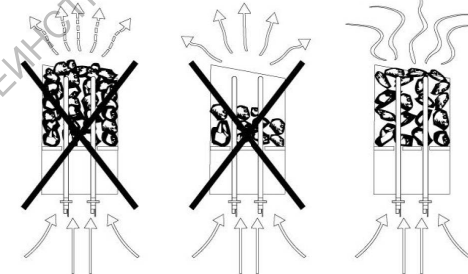

Рис.3 Схема укладки камней
6.6. **КАМНИ**, используемые для каменки, должны выдерживать большие температурные колебания, не выделять запаха и пыли (специально предназначенные для использования в каменке). Лучшие камни - базальты, диабазы, габбродиабазы и перидотиты фракций 7-10см. Перед укладкой их необходимо обмыть. Процесс укладки показан на рис.3.